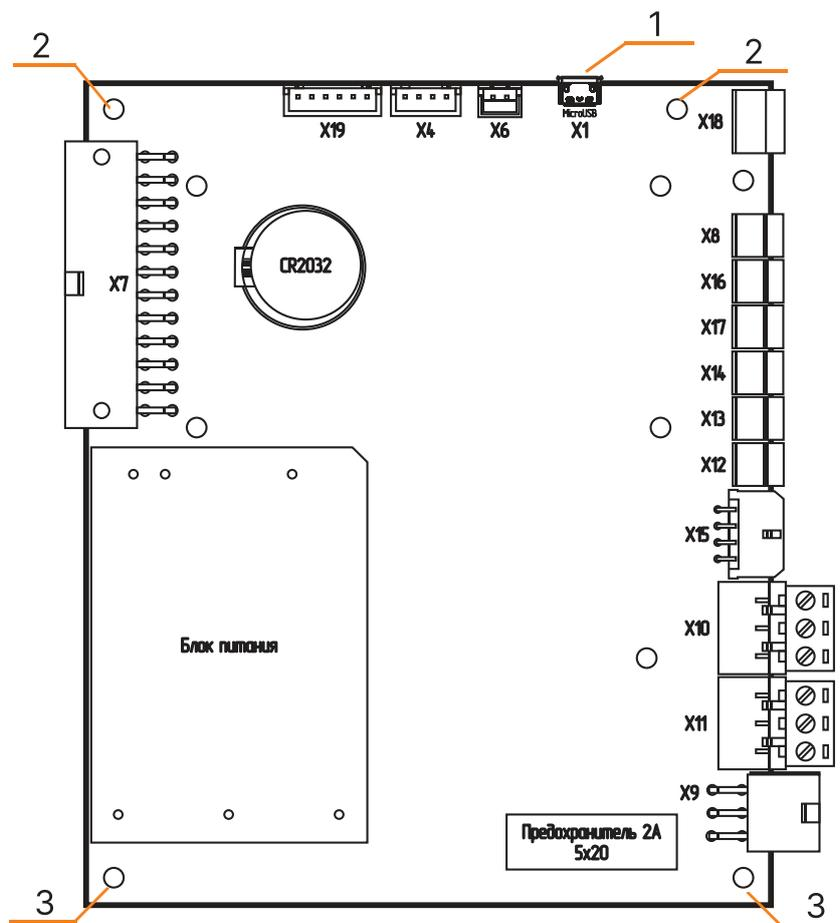

Рис.26 Плата контроллера
4. открутите винты (Рис.26, поз.2) крепления платы контроллера со стороны microUSB разъема;
5. немного ослабьте винты (Рис.26, поз.3) со стороны предохранителя;
6. подключите кабель microUSB-USB A к разъему X1 (Рис.26, поз.1) и к порту компьютера на операционной системе Windows;